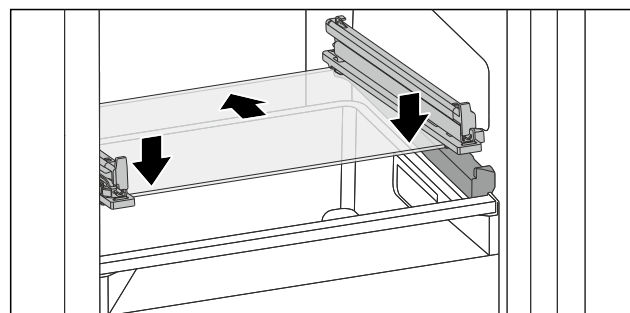

Fig. 121 Ripiano in vetro del cassetto ribaltabile
- ▶ Applicare il ripiano in vetro obliquamente dietro i fermi. (vedere Fig. 121)